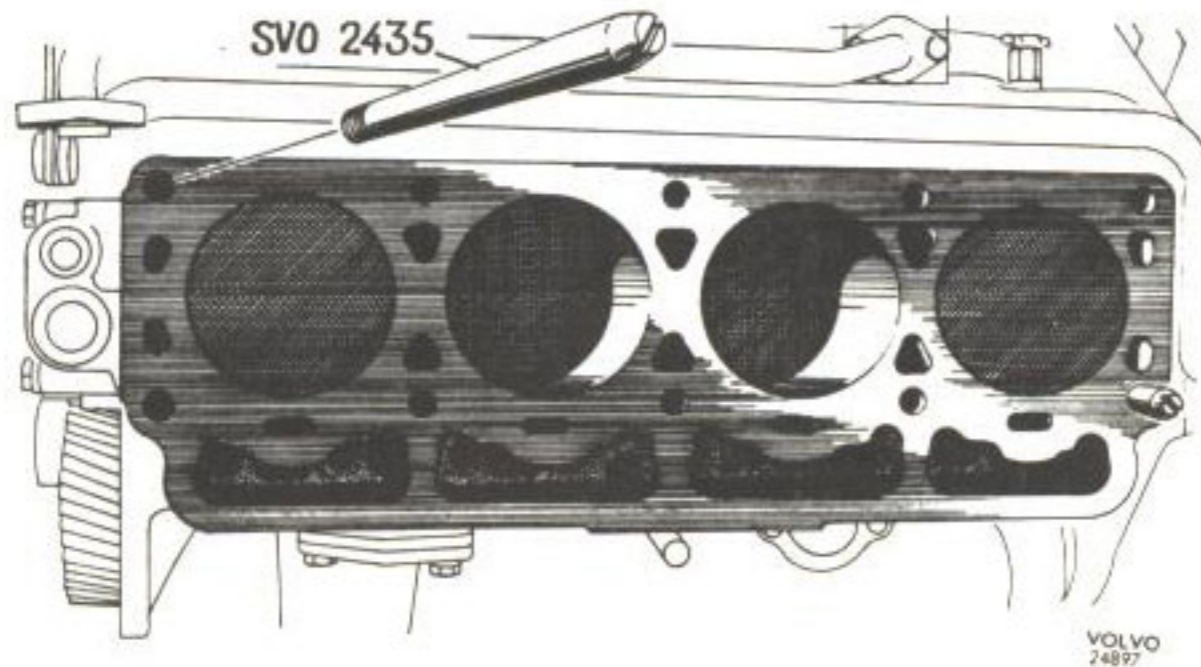

Bild 26. Styrpinnar för montering av cylinderlock
9. Montera ventilerna. Skruva ned styrpinnarna SVO 2435 i blocket, en i främre högra och den andra i vänstra bakre hålet, bild 26. Lägg på en ny cylinderlockspackning och nya tätningsskivor för vattenpumpen samt montera cylinderlocket. Skruva ur styrpinnarna och montera skruvarna även i dessa hål. För åtdragningsföljd se bild 23. Åtdragningsmoment 8,5–9,5 kgm. Montera övriga delar. Fyll på kylvätska enl. "Påfyllning av kylvätska när systemet är tömt".
3. Skruva ned styrpinnarna SVO 2435, en i främre högra och en i vänstra bakre skruvhålet, bild 26. Lägg på en ny cylinderlockspackning och därefter cylinderlocket. Observera att cylinderlockspackningen för B 20 A är tjockare i dim. än för B 20 B, se spec. Skruva i cylinderlockets skruvar lätt. Demontera sist styrpinnarna och sätt i skruvarna även i dessa hål. Drag skruvarna i rätt ordningsföljd och med rätt moment. Se bild 23 och specifikationen.